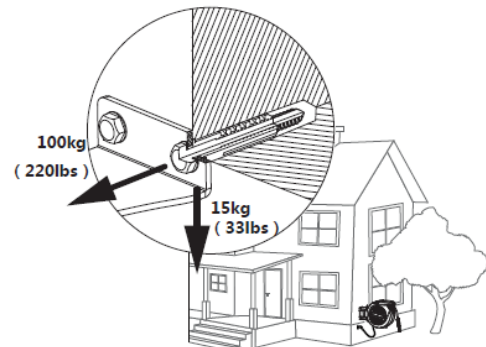

Fig. 2
- Abbastanza robusto da sopportare i carichi come illustrato in Fig. 2.